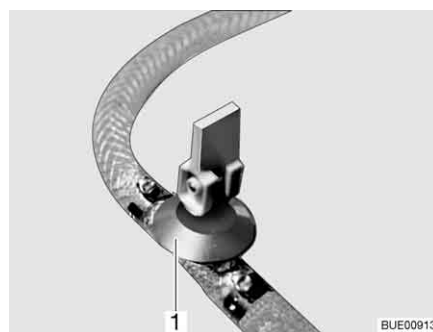
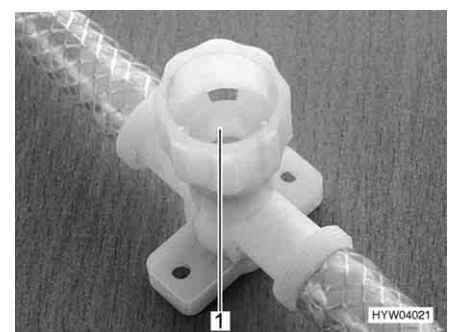

Bild 134 Ablasshahn (mit Kipphebel)
Bild 135 Ablasshahn (mit Drehkappe)
- Alle Ablasshähne schließen. Dazu den Kipphebel des Ablasshahns (Bild 134,1) waagrecht stellen oder die Kappe des Ablasshahns (Bild 135,1) im Uhrzeigersinn drehen.